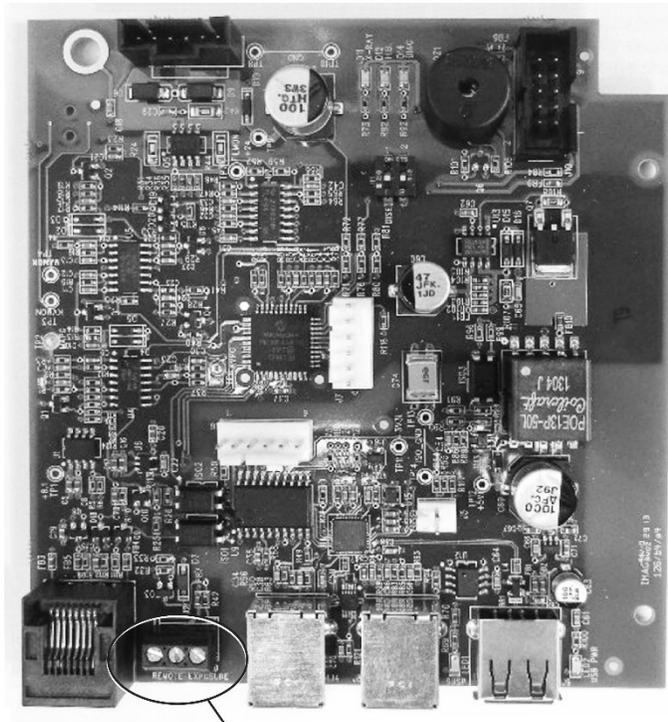

Figura 47
3. Abrir la placa lógica y ubicar el bloque de terminales J2 de la placa de control de alimentación eléctrica (30-08160) como se muestra en la *Figura 47*.